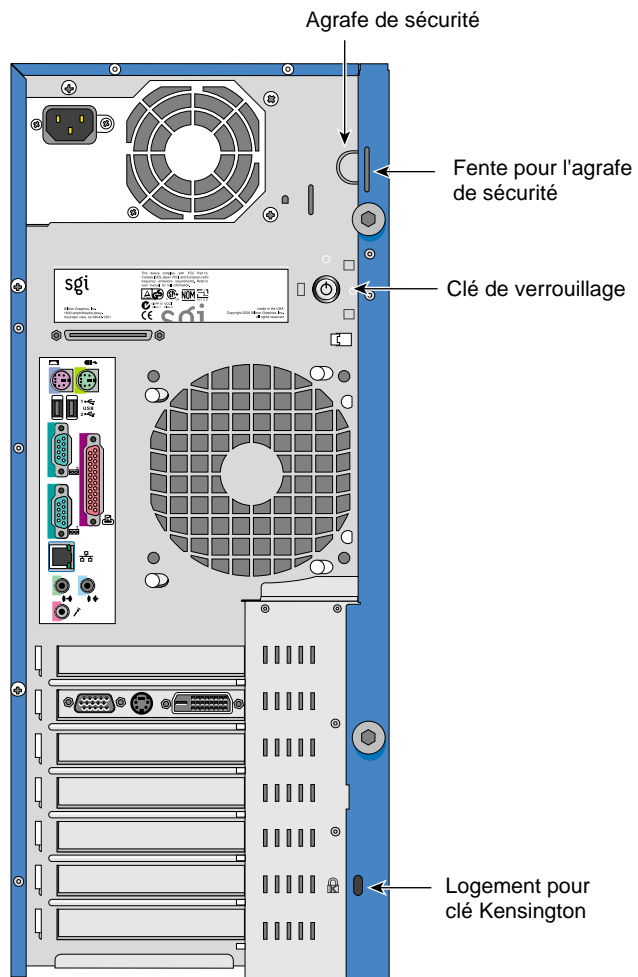

Figure 2-27 Position de l'agrafe de sécurité
2. Localiser l'agrafe de sécurité. La Figure 2-27 montre la position de l'agrafe de sécurité.
4. Localiser la fente située sur la face arrière du châssis. La Figure 2-27 montre la position de l'encoche.